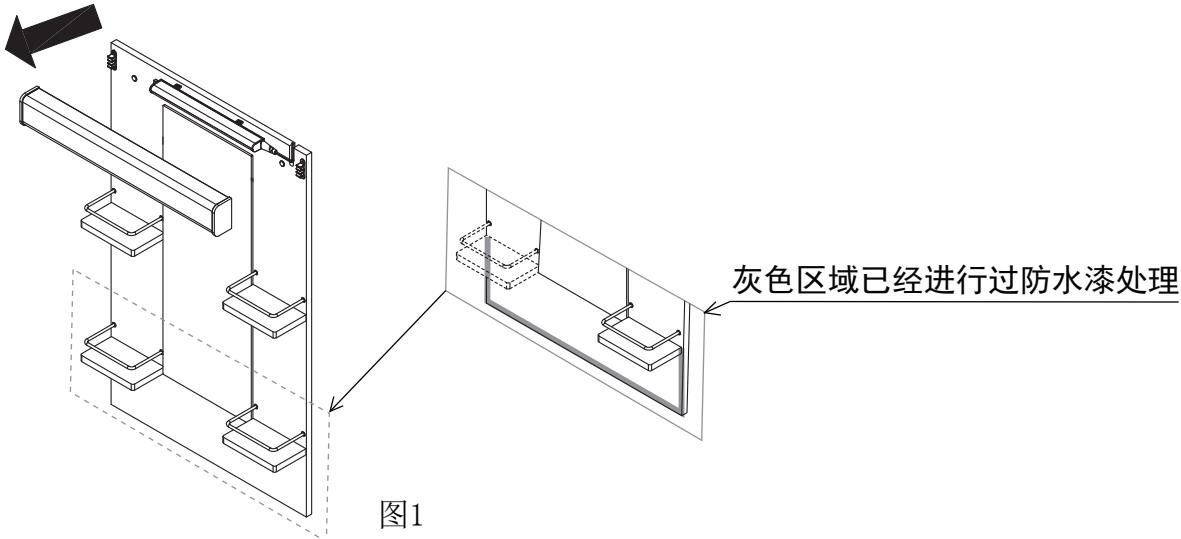

图1
- 2) 如图1所示，依次将照明盖（灯罩）拔出，放置在外装箱上。